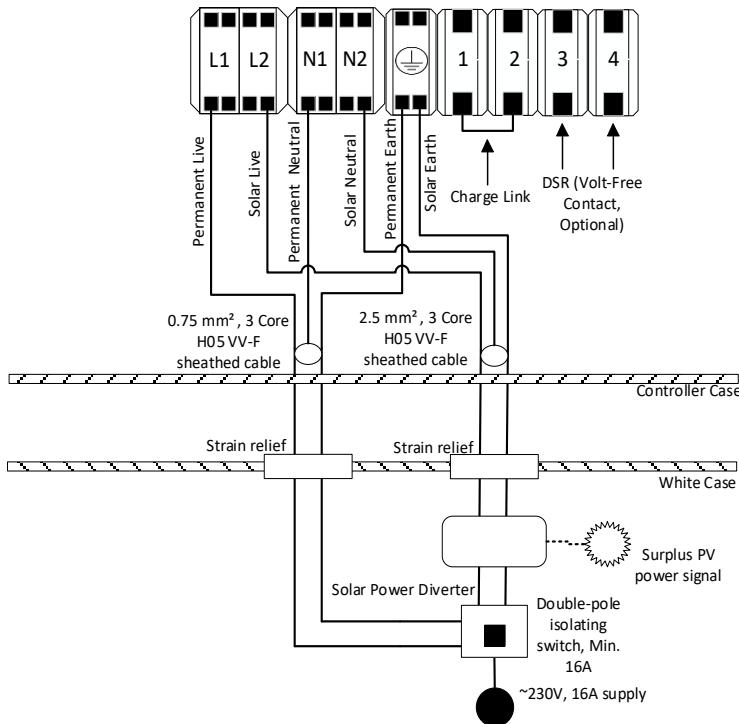

Abbildung 11 – Verkabelung der Thermino ePlus Wärmebatterie mit Solarenergie-Umschaltung
- Mit Solarenergie-Umschaltung folgen Sie Abschnitt 6.4.2., Abbildung 11
Stellen Sie sicher, dass Leitungen 1 und 2 entfernt sind (siehe Abbildung 11) und dass der Ausgang des Leistungsreglers modulierender Wechselstrom ist.